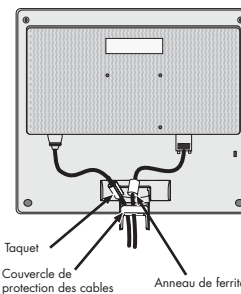

Figure TS.2
1. Lors de l'ajustement des câbles de connexion, vérifiez que le taquet et l'anneau de ferrite se situent audessus du couvercle de protection des câbles (Figure TS.2).